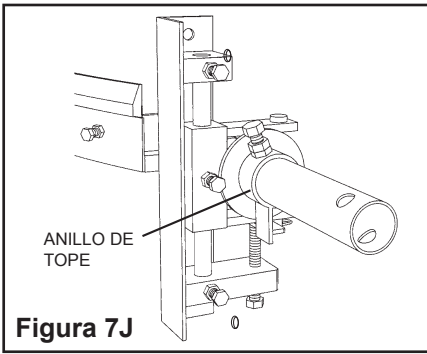

Figura 7J
- a. Afloje el anillo de tope (Figura 7J).